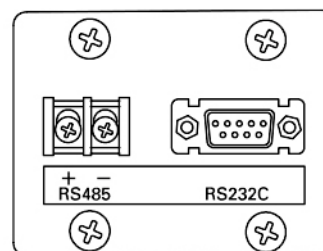

Рис. 6
5. Зафиксируйте интерфейсную плату (MTR-480) на панели управления с помощью 4-х винтов (Рис. 6)